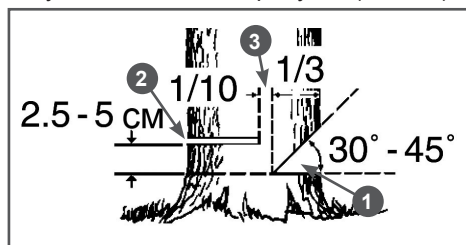

Рис. 11 Расположение запила, пропила и недопила
8. Начните пилить с той стороны дерева, куда оно должно упасть (Рис. 11). Сделайте запил 1 с той стороны, куда должно упасть дерево, глубиной примерно $1/3$ диаметра ствола и под углом от 30 до 45 градусов (Рис. 11).
Ни в коем случае не допиливать до конца недопил 3 (Рис. 11), так как при этом невозможно контролировать направление падения дерева.
9. Сделайте основной валочный пропил 2 с противоположной стороны, выше основания запила на 2,5-5 см. Между основным пропилом и запилом должно оставаться недопил 3 примерно $1/10$ диаметра ствола. Вставьте своевременно клин в пропил. Недопил 3 действует как шарнир и позволяет контролировать падение дерева (Рис. 11).